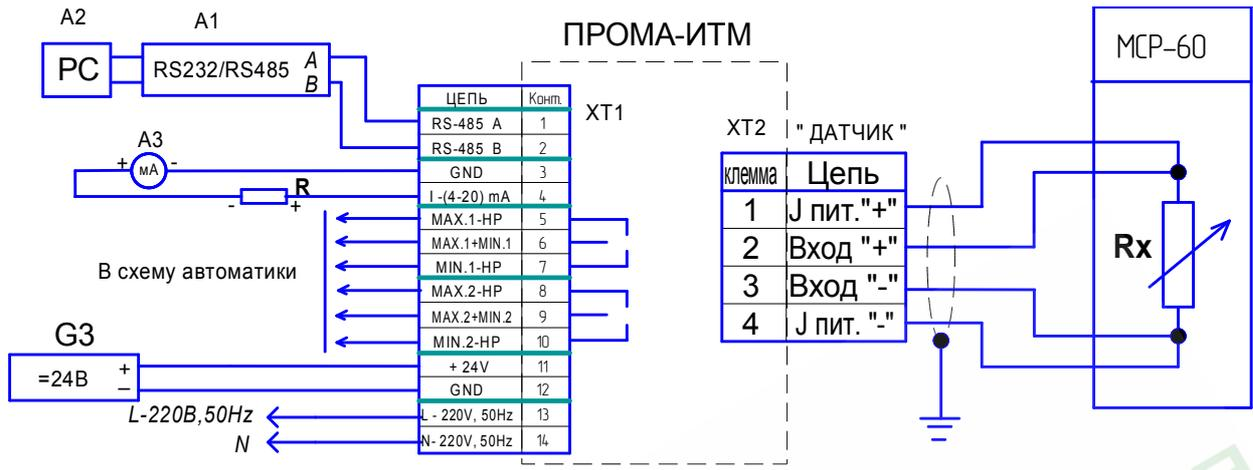
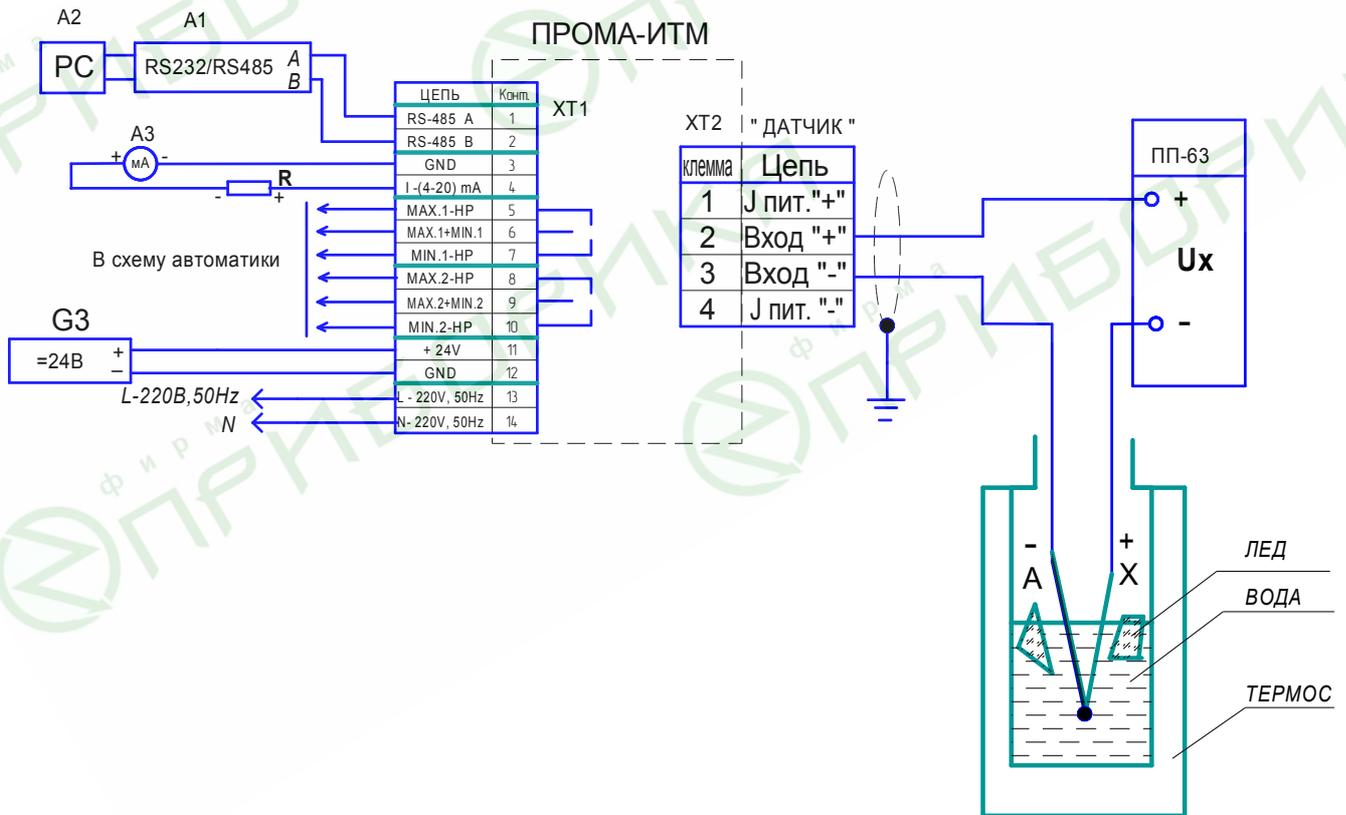
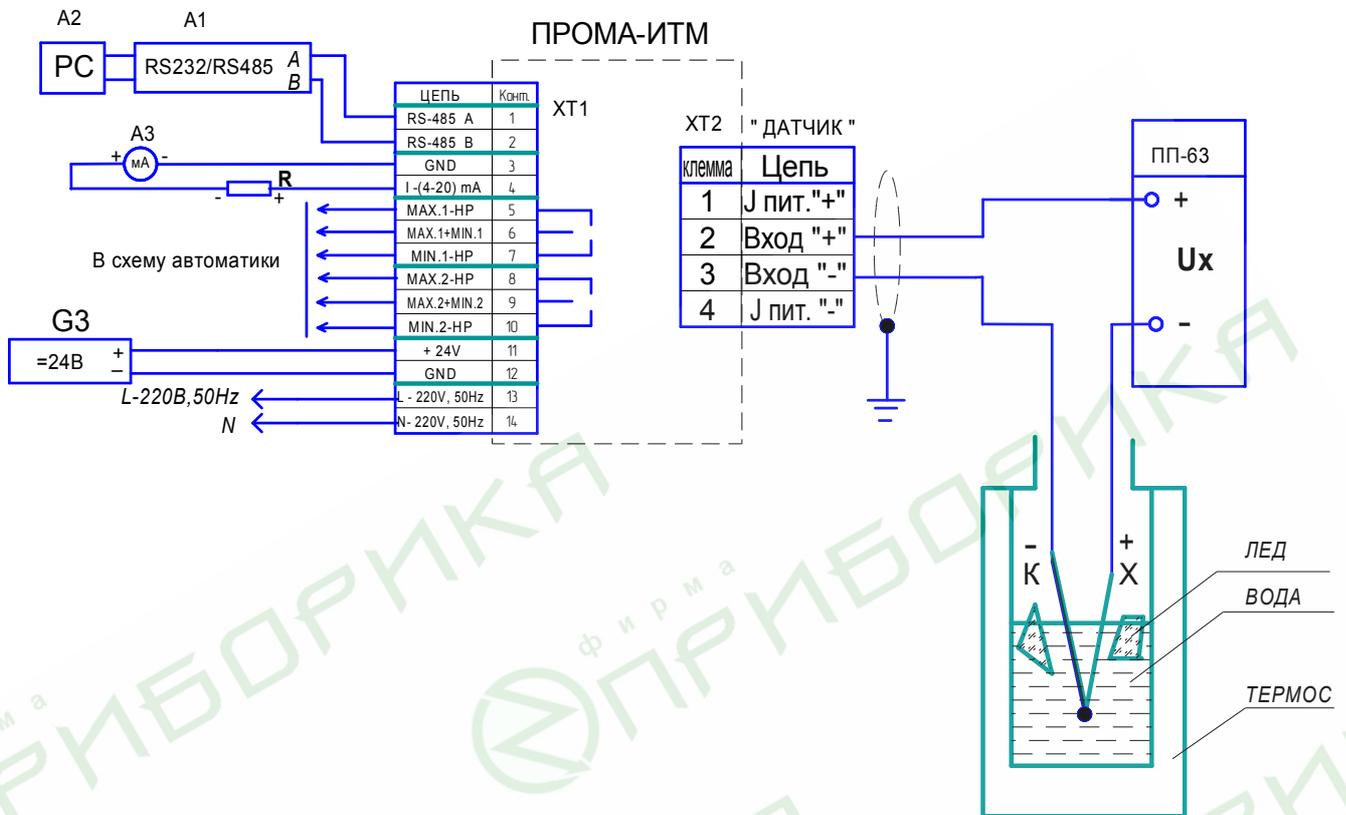

Рис.3. Схема поверки градуировки
Рис.4. Схема поверки градуировки с термопарой типа XA (K).
Рис.5. Схема поверки градуировки с термопарой типа ХК (L).
Рис.3а. Внешний вид измерителя ПРОМА-ИТМ-МИ-С-1-Л.
Рис.3б. Внешний вид измерителя ПРОМА-ИТМ-МИ-С-2-Л.
Рис.3с. Внешний вид измерителя ПРОМА-ИТМ-МИ-С-3-L. Исполнение для контроля температуры наружного воздуха или в помещениях.
Для опробования собрать схему согласно рис.3 (вариант с термометром сопротивления) или рис.4(5) вариант с термопарой.
Для определения погрешности измерения измерителей подключить к его входу вместо датчика магазин сопротивлений в соответствии со схемой подключения рис.3 по 4-х проводной схеме, сопротивления проводов которой должно быть не более 50 Ом. Последовательно устанавливая на магазине значения сопротивлений по ГОСТ 6651-94, соответствующие температурам в контрольных точках выбранного диапазона и НСХ - указанных в таблицах 6 для датчиков ТСМ и в таблицах 7 для датчиков ТСП - зафиксировать показания цифрового индикатора и выходного токового сигнала по миллиамперметру для каждой контрольной точки.
Работа с термоэлектродными преобразователями (термопарами): для определения погрешности измерения приборов ПРОМА-ИТМ подключить к его входу вместо датчика потенциометр в соответствии со схемой подключения рис.4 или рис.5. Подготовить сосуд Дьюара (термос), заполнив его на 1/2 дистиллированной водой и льдом – льдинки должны плавать в воде. В термосе обеспечивается равновесная температура 0 °С. Поместить в термос термопару градуировки ХА (К) или ХК (L) с открытым спаем (опорный спай) - тип спая должен соответствовать градуировке используемой при эксплуатации термопары. Последовательно задавая на потенциометре величины термоЭ.Д.С. по ГОСТ Р 8.585-2001, соответствующие заданным температурам по таблице 8 для НСХ градуировки ХК или по таблице 9 для НСХ градуировки ХА - зафиксировать показания цифрового индикатора и выходного токового сигнала по миллиамперметру для каждой контрольной точки.